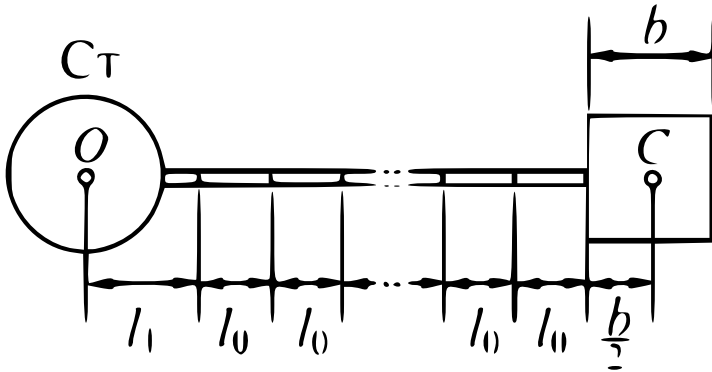

Рис. 3. К определению расстояния от центра груза-утяжелителя до оси вращения.
5. Используя вычисленные в п. 10 значения I и $M_{тр}$, на том же рисунке, что и точки п. 9., построить графики зависимости (8) для всех положений утяжелителей.
6. Для каждого положения утяжелителей найти расстояние (см. рис.(см. Рис. 3)) между осью O вращения и центром C утяжелителя по формуле